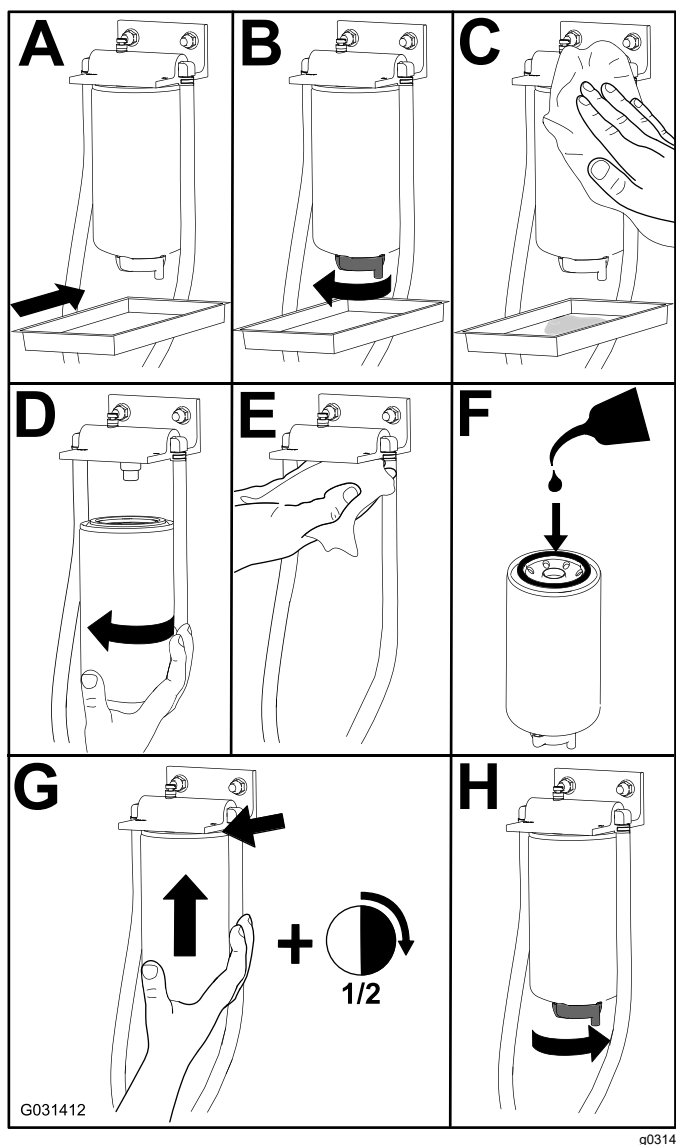

Bild 54
1. Wechseln Sie den Filter aus, wie in Bild 54 dargestellt.